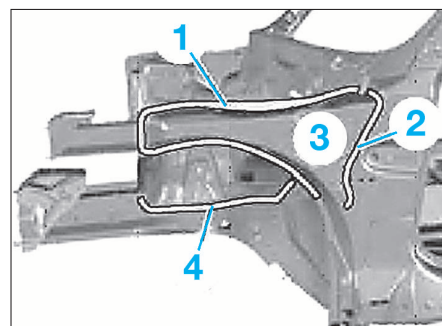

FIG. 4
- Désolidariser la doublure d'aile (3) du passage de roue dans les zones (1) et (2) (Fig.4).
- Meuler les cordons de soudure dans la zone (4) (Fig.4).